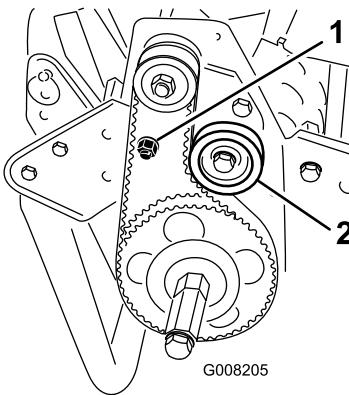

図 36
2. プーリ間の中央（図 36）でベルトを 1.8~2.2 kg程度の力で押して点検します。ベルトのたわみが 6 mm 程度あれば適正です。
- A. アイドラ・プーリ固定ナットをゆるめ、プーリをベルトの背に押しつけて、適当な張りを出す（図 36）。